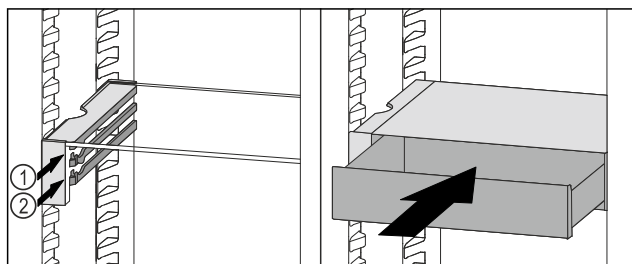

Fig. 135
- Posizionare il cassetto VarioSafe dietro i tappi sulla nervatura desiderata Fig. 135 (1) o Fig. 135 (2).